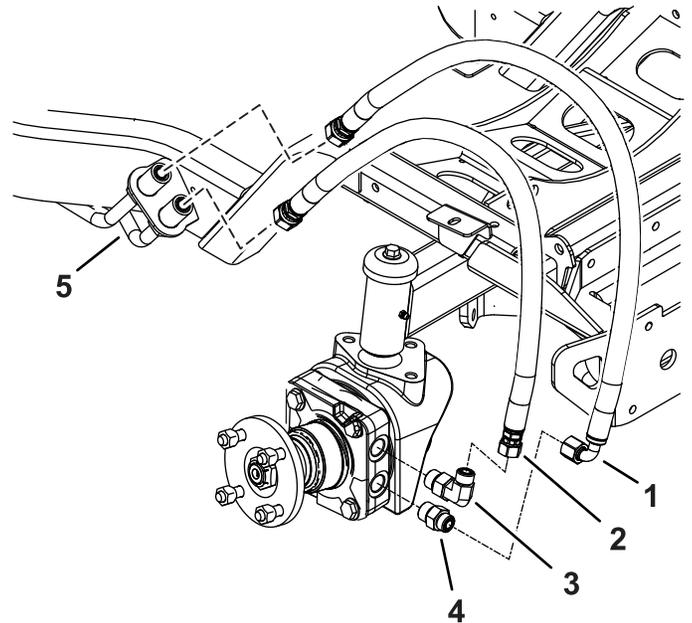

图 11
3. 将新的直通过头和 90°弯头安装到车轮马达上如图 11。
6. 将带直通接头的软管安装到 90°弯头图 11。
7. 将带 90°弯头的软管安装到直通接头图 11。
16. 一次拆下一个盖子并将正确的软管安装到液压管线上如图 11 所示。
17. 拆下剩余的盖子并将软管安装到液压管线上图 11。